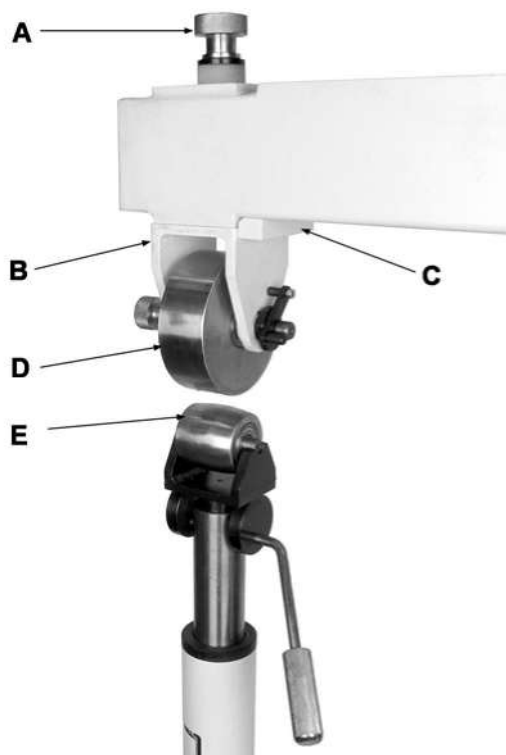

Рисунок 2
См. рисунок 2.
3. Зафиксировать *рычаг* (F, рисунок 2) *кулачкового зажима* и поднять нижний ролик в рабочее положение.